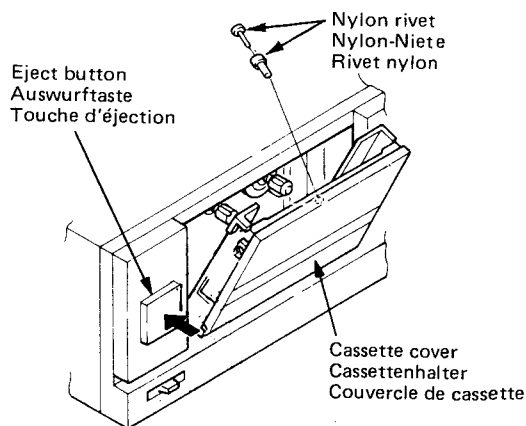

Fig. 2 Abb. 2
3. Cassette Cover (Fig. 2)
3. Cassettenhalter (Abb. 2)
3. Couvercle de cassette (Fig. 2)